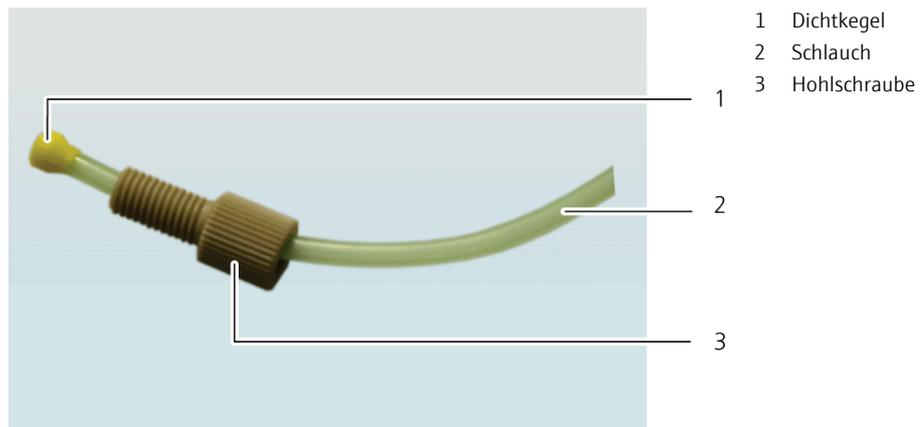

Bild 12 Schlauchverbindung ersetzen
- Den Dichtkegel (1 in Bild 12) der Fingertight-Verschraubung mit der konischen Seite zur Hohlschraube hin auf den Schlauch schieben. Dichtkegel und Schlauchende müssen bündig abschließen.